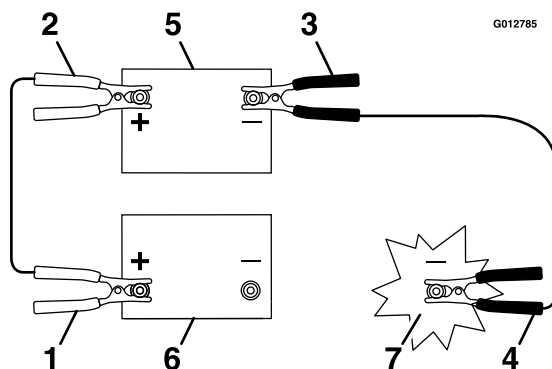

图49
3. 将正极+ 接线连接至缺电电池的正极+ 端子而缺电电池与启动马达或螺线管相连如 图49 中所示。